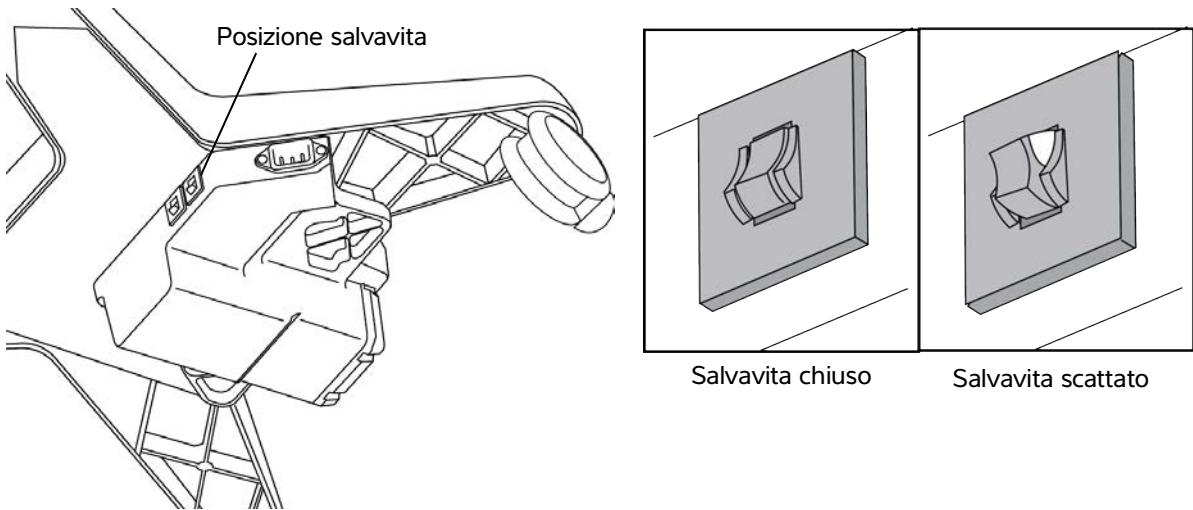

Figura 5 I salvavita del modulo di supporto sono sul lato inferiore del supporto.
- 3** Premere l'interruttore di ogni salvavita finché non si chiude. Consultare **Figura 5** a pagina 55.